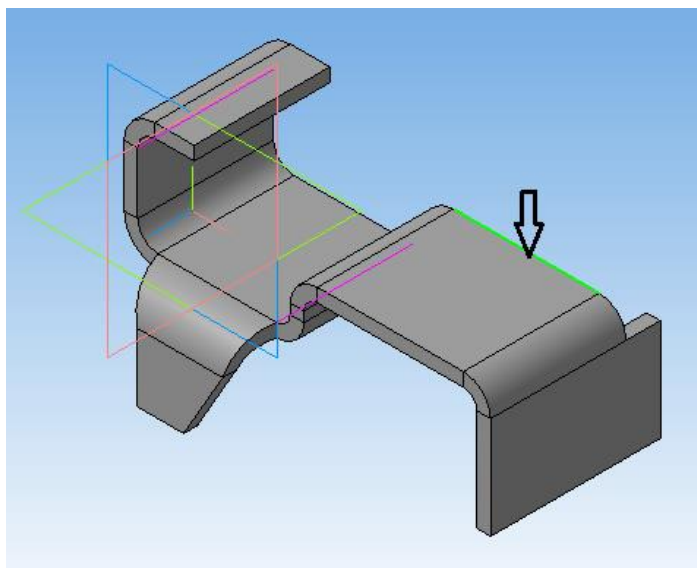

Рисунок 47.
1. На панели «Элементы листового тела» нажмем кнопку «Сгиб»  и укажем ребро листовой детали (рисунок 47).